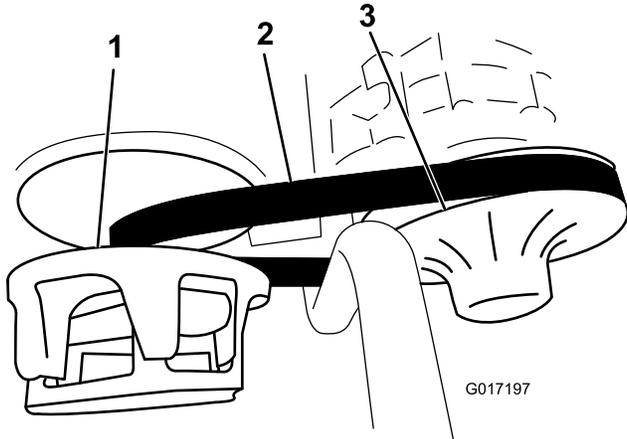

図 58
3. ベルトを手で回転させながら磨耗や破損がないかを点検する **図 58**。
3. 2次クラッチを回しながら2次クラッチ部分でベルトを外す **図 58**。
4. 1次クラッチからベルトを外す **図 58**。
5. 新しいベルトを一次クラッチに掛ける **図 58**。
6. 2次クラッチを回しながら2次クラッチ部分でベルトを外す **図 58**。